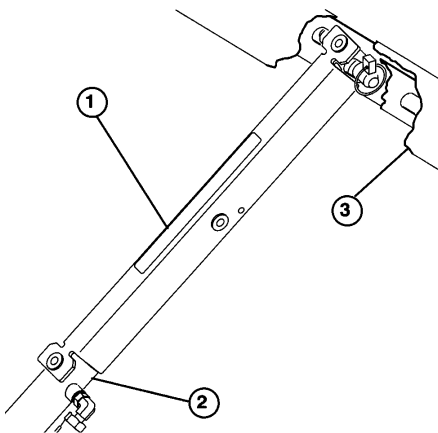

Fig. 17
3. Skyv støtten inn på sylindrestangen, pass på at støtteendeklaffene hviler mot enden av sylinderkafte og mot sylindrestangens ende (fig. 17).